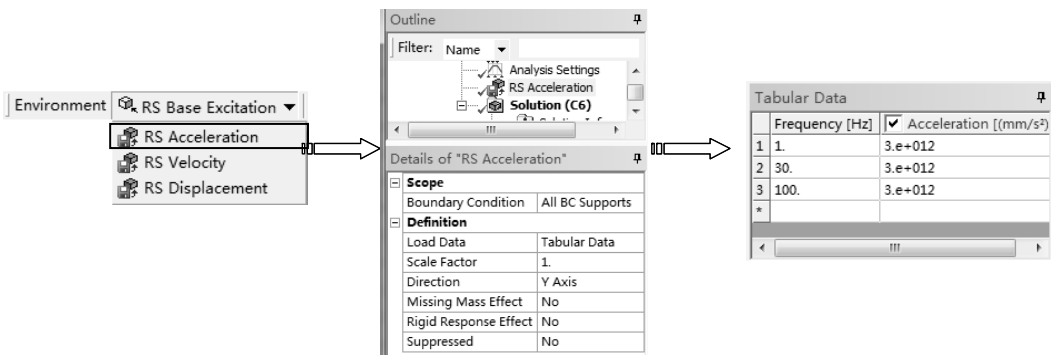

图 6-84 施加加速度激励谱
2) 单击【Environment】工具栏上的【RS Base Excitation】|【RS Acceleration】命令，在【Details of “RS Acceleration”】列表中选择【Scope】选项下的【Boundary Condition】项为 All BC Supports，在【Definition】选项下的【Load Data】中选择 Tabular Data，然后在右侧的【Tabular Data】列表中输入相关数据，如图 6-84 所示。